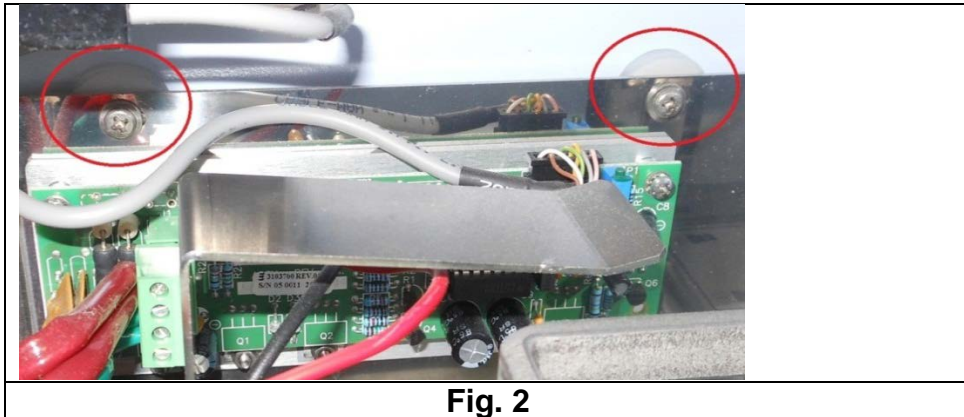

Fig. 2
4. Dévissez les vis de montage du bloc d'alimentation (**Fig. 2**).